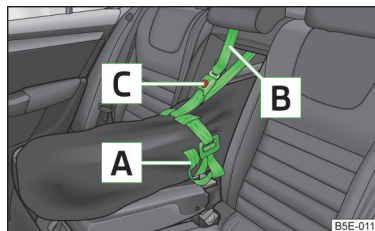

Fig. 75
- Tirez sur l'extrémité libre de la sangle de serrage **A** pour la serrer autour des skis devant les fixations » fig. 75.
- Une fois le chargement effectué avec les skis, n'oubliez pas de fixer le sac de chargement au moyen de la sangle de fixation **B** » fig. 75.